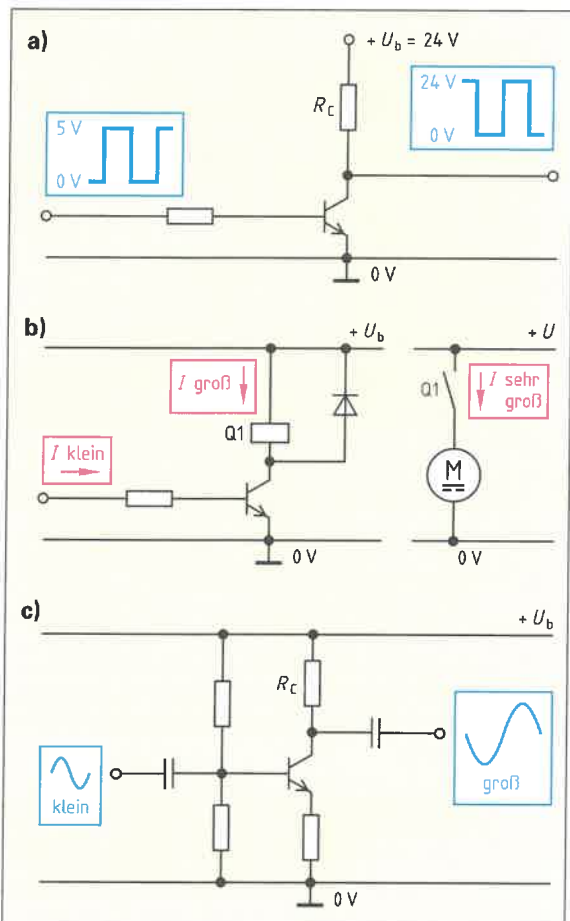

Bild 3: Einsatzgebiete von Transistoren (Beispiele)
9. Ergänzen Sie die Funktionsbeschreibungen zu verschiedenen Einsatzgebieten von Transistorschaltungen (Bild 3 a, b und c).